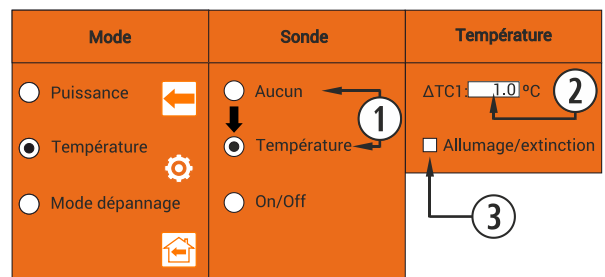

Figure 30
①	L'utilisateur allume le poêle manuellement.
②	Température cible sélectionnée dans le menu principal.
③	$\Delta TC1$ par défaut 1°C (voir figure 30).
④	Il change au niveau 1 (minimum).
⑤	Il change au niveau de fonctionnement 9.
⑥	L'utilisateur arrête le poêle manuellement.
②	température cible sélectionnée dans le menu principal.
⑥	$\Delta TC_{OFF}$ différence de températures pour arrêter le poêle.
⑦	Arrêter le poêle en fonction de la température ambiante.
⑧	$\Delta TC_{ON}$ différence de températures pour allumer le poêle.
⑨	Allumage à la demande de la température.